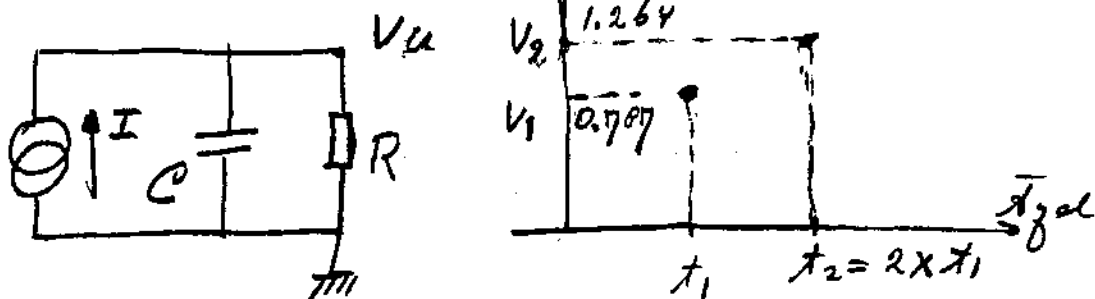

fig. 3
Fig. 3 geeft een opzet voor het meten van de afstand  $D$ . De zender  $T$  wordt gestuurd met een amplitude gemoduleerd (AM) sinusvormig signaal met een frequentie van 300 kHz en met een modulatie frequentie van 10 kHz en b.v. 50 % modulatie. De ontvanger  $R$  geeft een in de tijd vertraagd signaal af, afhankelijk van de afstand  $D$  en de geluidssnelheid. Opdracht: Bedenk een analyse waarmee de afstand kan worden bepaald en geef een schatting van de nauwkeurigheid. Beschrijf deze methode in detail, onderbouwd met formules en numerieke afschattingen.